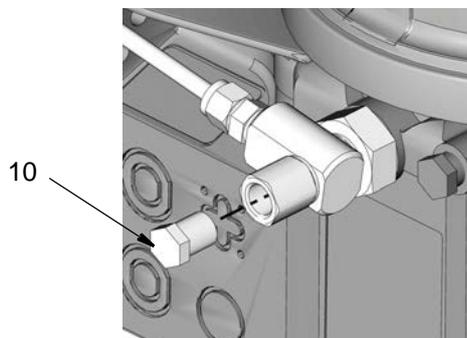

FIG. 11
8. Die Rohrmuttern (3) mit der Hand sicher festziehen. Dann um eine weitere 1-1/4 Umdrehung festziehen.
9. Ziehen Sie die Hohlschrauben (6) an den einzelnen Positionen mit 45,7 Nm (35 ft. lb) fest.
10. Gewindedichtmittel auf das Gewinde des Steckers(10).Setzen Sie den Stopfen auf den nicht benutzten Auslass (FIG. 11).